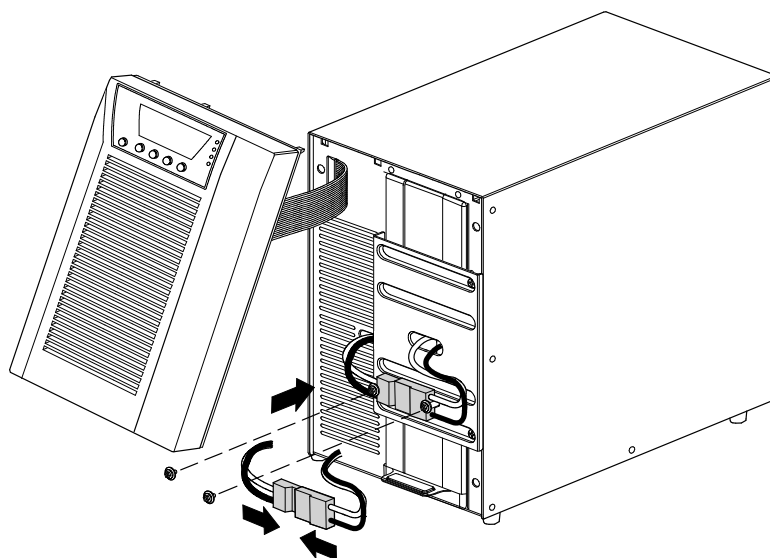

Рисунок 15. Подсоединение внутренних батарей ИБП
2. Подсоедините разъем внутренней батареи (см. Рисунок 15).
3. Удалите два винта из монтажных отверстий и отложите в сторону (см. Рисунок 15).